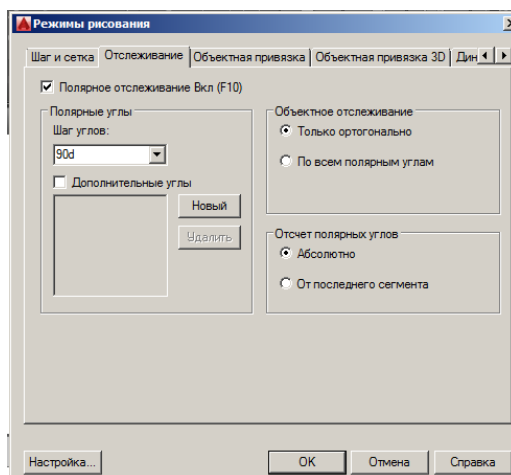

Рис. 7
- на вкладке «Отслеживание» диалогового окна «Режимы рисования» (Рис. 7) установить флажок «Полярное отслеживание Вкл.(F10)» для активизации режима полярного отслеживания;